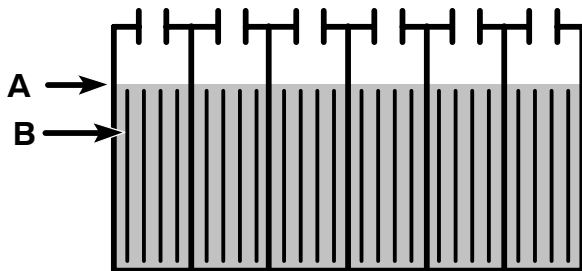

FIG. 28
Le niveau d'électrolyte (A) doit légèrement recouvrir les plaques de batteries (B). Ajoutez de l'eau distillée si nécessaire. **NE REMPLISSEZ PAS TROP**, le fluide va augmenter de volume et risque de déborder lors de la mise en charge. Remettez les bouchons sur les éléments, avant la mise en charge (Figure 28).